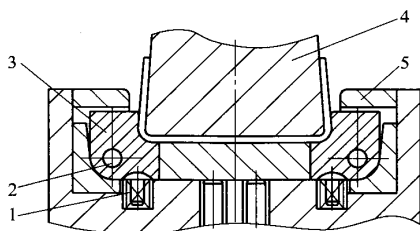

图 4
(4) 对于弯曲精度有要求, 回弹值很大的零件, 可采用图 4 所示结构。其特点是采用一对摆动凹模, 当凸模将坯料压弯至下死点时, 迫使两摆动凹模向内压, 使工件压成△形以弥补弯后回弹量。当上模上行, 弹顶销使摆动凹模张开复位。